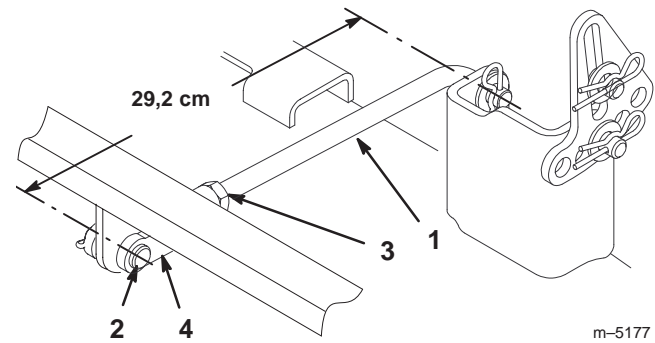

Bild 41
- Messen Sie die Länge der hinteren Drehzapfenstange (Bild 41). Entfernen Sie, wenn die Länge der Stange nicht 29,2 mm beträgt, den Splint und den Lastösenbolzen vom Ende der Stange (Bild 41), lockern Sie die Klemmmutter und drehen Sie das Joch, bis die Länge von 29,2 mm erreicht ist. Befestigen Sie dann das Joch mit dem Lastösenbolzen und dem Splint. Wiederholen Sie diesen Vorgang an der anderen Mähwerkseite.
- Ziehen Sie, wenn die Schnittmesserneigung in Längsrichtung korrekt ist, die Klemmmuttern fest (Bild 41 und 43).